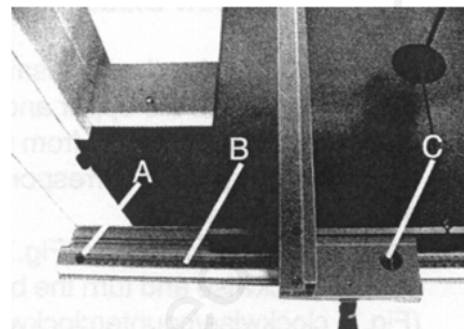

Fig. 16 : Échelle de la butée longitudinale
1. Poussez la butée vers la lame de scie et desserrez la vis (fig. 16, A).
2. Déplacez l'échelle le long du marquage dans la fenêtre de visualisation. Si nécessaire, vous pouvez aussi insérer la vis (fig. 16, A) à un autre endroit pour fixer l'échelle.